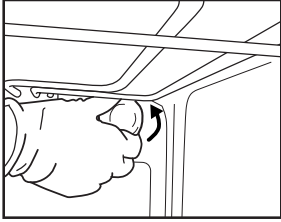
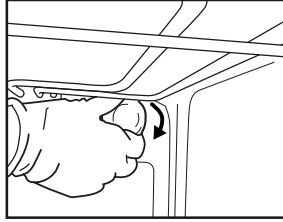

Fig. 6
Fig. 7
2. Desaperte a cobertura da lâmpada (Fig. 6), substitua a lâmpada (consulte a nota para ver o tipo de lâmpada) e aparafuse novamente a cobertura da lâmpada (Fig. 7).